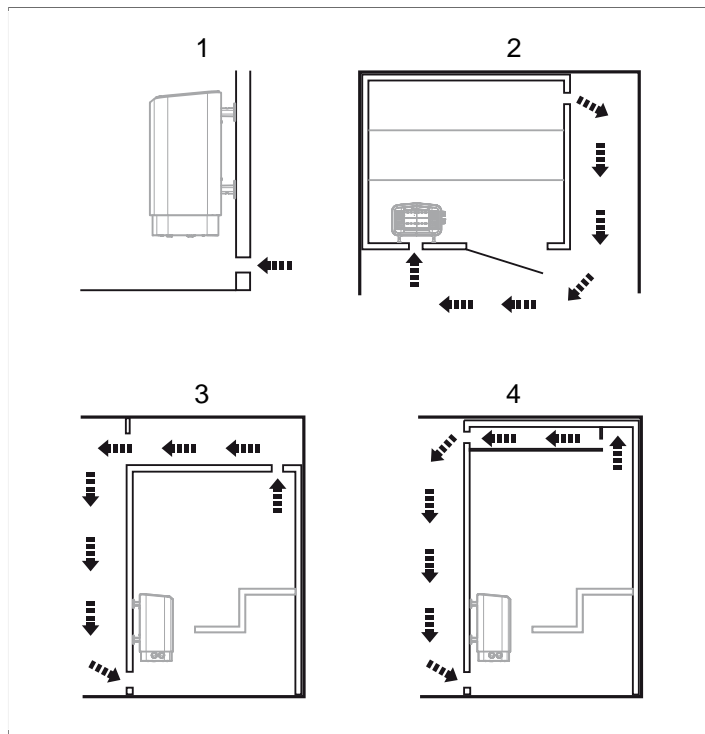

Рисунок 4: Установка впускного и выпускного клапана
- с максимальным расстоянием до впускного клапана, например, по диагонали (см. **Рисунок 4**, страница 3).
- высоко на стене или на потолке (см. **Рисунок 4**, страница 3).